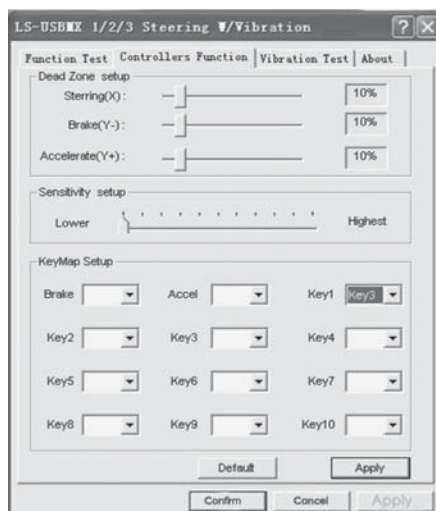

Рис. 7
- Выберите закладку «Controllers Function» для настройки осей и клавиш (рис. 7).
- настройка Dead Zone setup («мертвой зоны»): манипулятор не будет реагировать на незначительное нажатие на педали газа (Accelerate Y+) и торможения (Brake Y-) и повороты руля (Steering X), поэтому нужно установить необходимые поправки (рис. 7);
- настройка Sensitivity setup (чувствительности): чем выше установлена чувствительность, тем быстрее и оперативнее будет реакция манипулятора на нажатие педалей и повороты руля, поэтому нужно установить необходимые установки – в пределах от Lower (низкого) до Highest (см. рис. 7);
– в разделе KeyMap Setup можно перепрограммировать значение клавиш: для этого напротив обозначения клавиши необходимо выбрать нужное значение (см. рис. 7);
– при первом подключении сразу после установки драйверов можно автоматически отцентрировать манипулятор, нажав кнопку MODE (11).